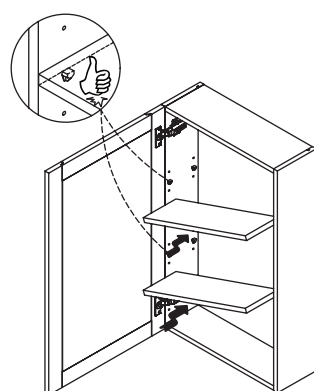

Figura 2
- 4: Inserte cada soporte del repisa (x 8) en el agujeros previamente perforados en el botiquín, e inserte cada repisa (x 2). Figura 2.